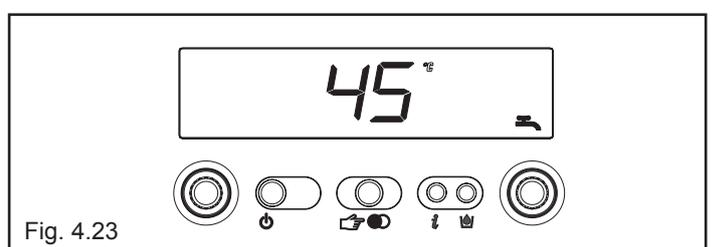

Fig. 4.23
- 4 visualizza la temperatura dell'acqua sanitaria settata (fig. 4.23)